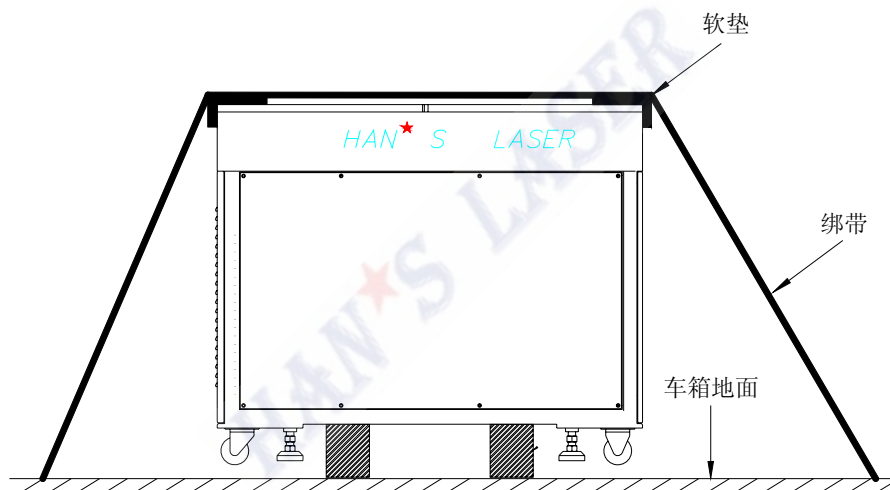

图 7-10 设备捆绑示意图
- 2) 用绑带、垫子将设备牢固绑好以避免振动而导致损伤，且至少要捆住设备的两个对角，确保绑带将设备牢固地绑住。如图 7-10 所示。